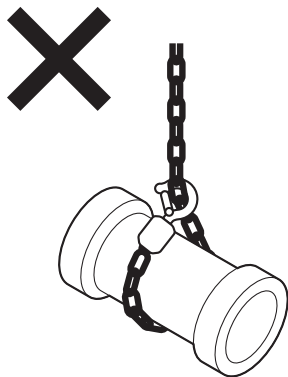

図8
(21) ロードチェーンを荷に巻き付けて使用しないでください。図8
(22) 宙づりした荷を電気溶接しないでください。